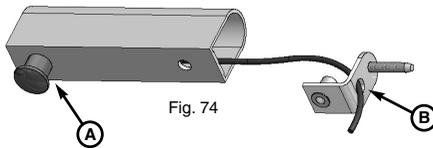

Fig. 74
- Infilare il cavo del raggio della fotocellula nell'apposito foro A dell'estruso in alluminio, quindi introdurlo nella canalizzazione attraverso il foro B della piastrina di supporto. Infilare il corpo del raggio nel foro A fino a portare in battuta la zona testa del raggio contro la superficie d'alluminio. (Fig. 74)